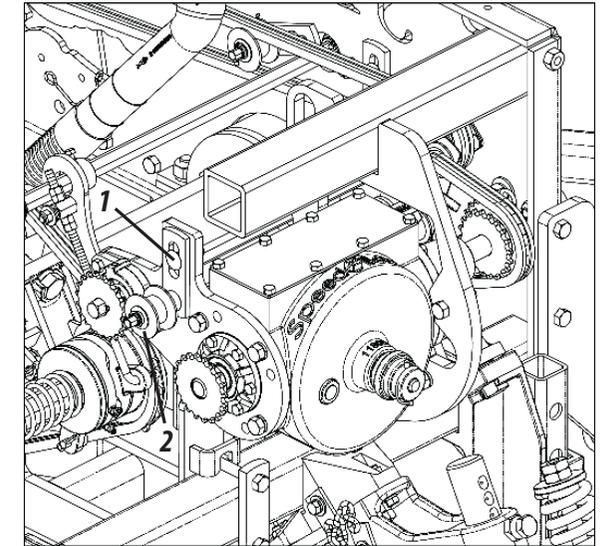

Figura 65
- 01 - Suelte el tornillo (1), deslice el estirador (2) hasta la tensión necesaria. En seguida, reajuste la tuerca, según muestra la figura 65.